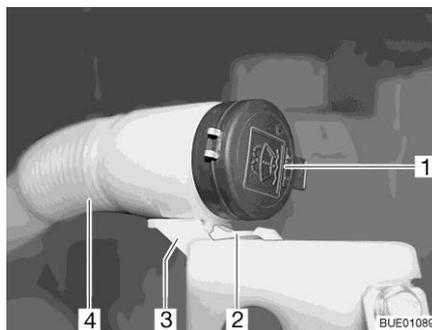

Fig. 52 Tubo de llenado depósito de agua para lavar
- Presionar hacia abajo la pestaña (Fig. 52,2) y mantenerla presionada.
- Extraer la manguera flexible (Fig. 52,4) hacia adelante del soporte (Fig. 52,3).
- Quitar la tapa (Fig. 52,1) del tubo de llenado del depósito de agua para lavar.